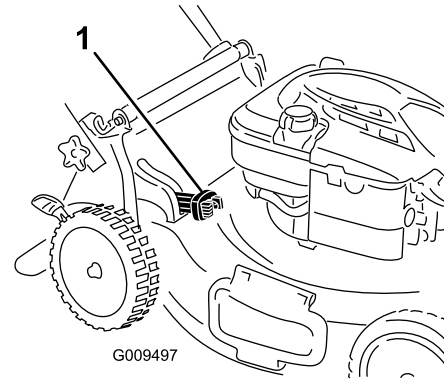

Bild 15
- Zum Sammeln des Schnittguts und Laubs drücken Sie die Taste am Hebel für den zuschaltbaren Fangkorb und bewegen den Hebel nach vorne, bis die Taste am Hebel herauspringt (Bild 15).